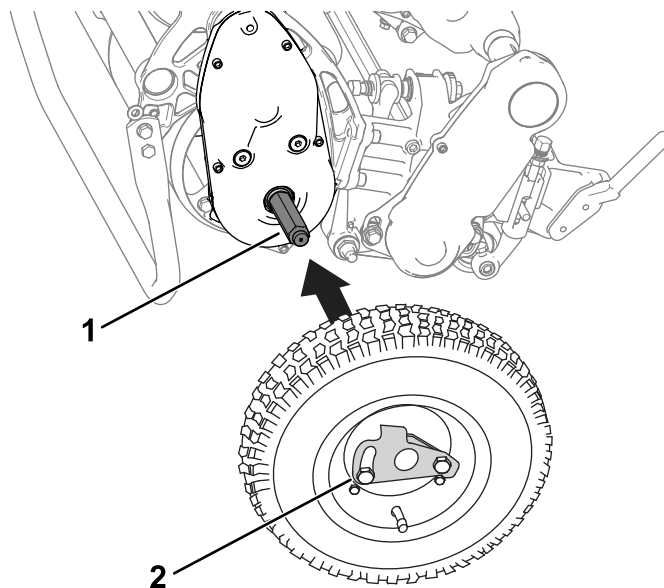

Figura 25
2. Coloque una rueda sobre un eje (Figura 25).
3. Gire el clip de retención de la rueda (Figura 25) alejándolo del centro de la rueda, dejando que esta entre más en el eje.